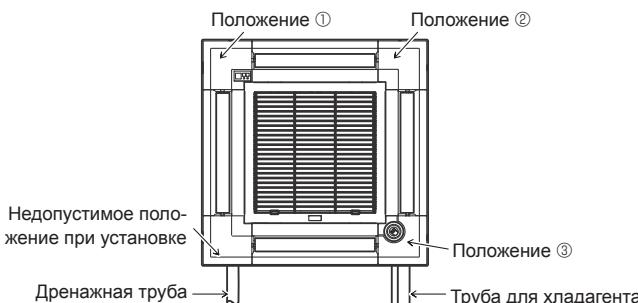

Fig. 6-11
Для главного прибора нельзя устанавливать угловую панель приемника сигналов на стороне дренажной трубы. (См. Fig. 6-11)
- Угловая панель i-see Sensor должна крепиться на вентиляционную решетку ① винтом ③.
\* Если положение i-see Sensor было изменено с положения по умолчанию (положение ③) на другое положение, измените настройки функции. (Fig. 6-11)
\* Для главного прибора невозможно установить угловую панель i-see Sensor на стороне дренажной трубы. (См. Fig. 6-11)